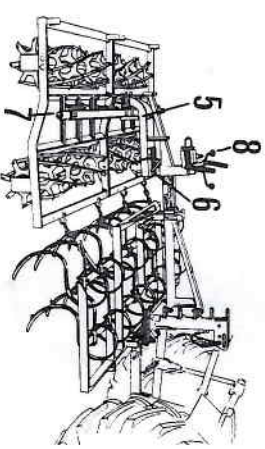

Abb. 30
Grundrahmen, kleiner Ausleger und Federzahnegge anbauen. Das Kupplungsstück (5) auf den Spindelfuß (6) von hinten aufschieben und im ersten Loch feststecken. Eggen-Trag- und Druckbalken (7) von vorn in das Kupplungsstück (5) einstecken (siehe auch Abb. 30) und Ketten der Krümmler einhängen.